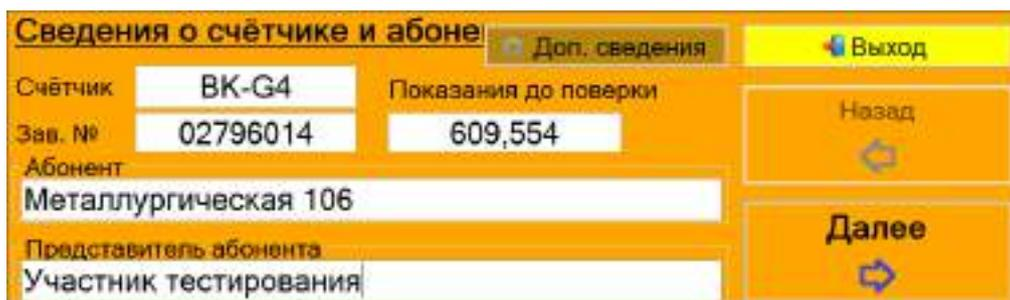

Рисунок 21
1) На первом шаге необходимо задать сведения о счетчике и абоненте, рисунок 21.